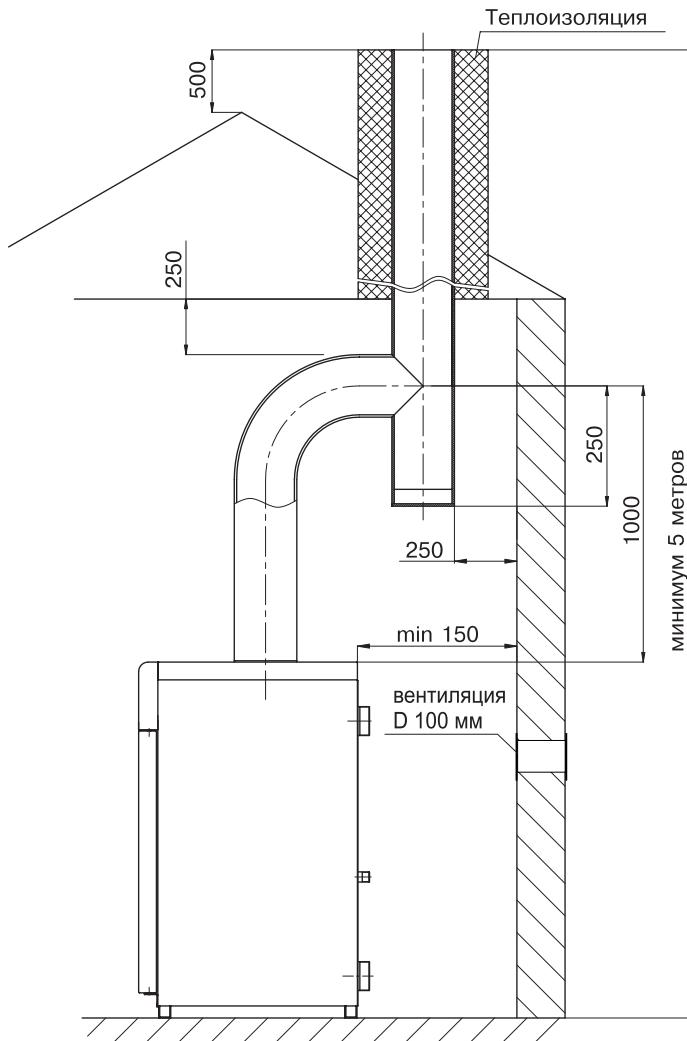

Рис. 4.
- 6.10. Устройство дымохода, к которому подключается котел, должно соответствовать СП 42-101-2003 «Общие положения по проектированию и строительству газораспределительных систем» (см. рис. 4).